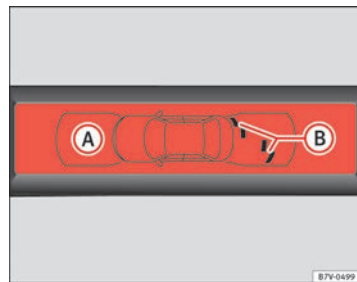

Fig. 144 Indicazione dell'OPS sul display: (A) è stato rilevato un ostacolo nel segmento, (B) zona registrata davanti al veicolo.
La zona in cui vengono rilevati ostacoli si estende davanti al veicolo fino a una distanza di 120 cm e di fianco fino a 60 cm ⇒ fig. 144 (B). Dietro il veicolo, la zona analizzata arriva fino a una distanza di 160 cm e a 60 cm sui lati+ ⇒ fig. 143 (C).
Il grafico rappresenta le zone perlustrate in vari segmenti. Man mano che il veicolo si avvicina a un ostacolo, più si avvicina il segmento al veicolo rappresentato (B) e ⇒ fig. 144 (A). Avvicinandosi al penultimo segmento, si arriva alla zona di collisione. **Fermarsi!** ▶